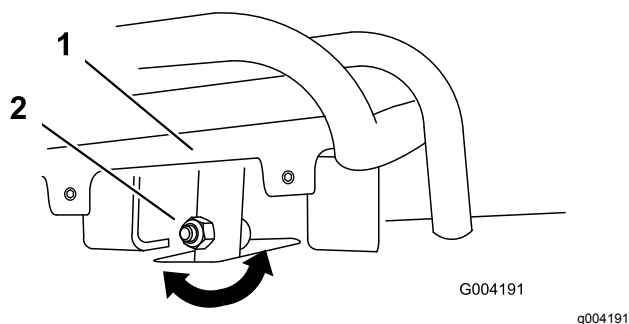
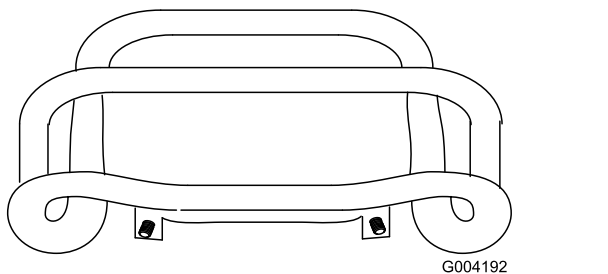

Figura 49
Figura 50
4. Se a parte da frente do controlo não ficar alinhada com a barra de referência, desaperte a porca e o parafuso na haste do controlo de tração (Figura 49).
5. Ajuste o controle de tração de modo a que fique alinhado com a barra de referência quando é puxado a direito para trás (Figura 49 e Figura 50).
- C. Desaperte a porca flangeada e o parafuso na haste do controle de tração (Figura 49).
- I. Ajuste o controle de tração de modo a que fique alinhado com a barra de referência quando é puxado a direito para trás (Figura 49 e Figura 50).